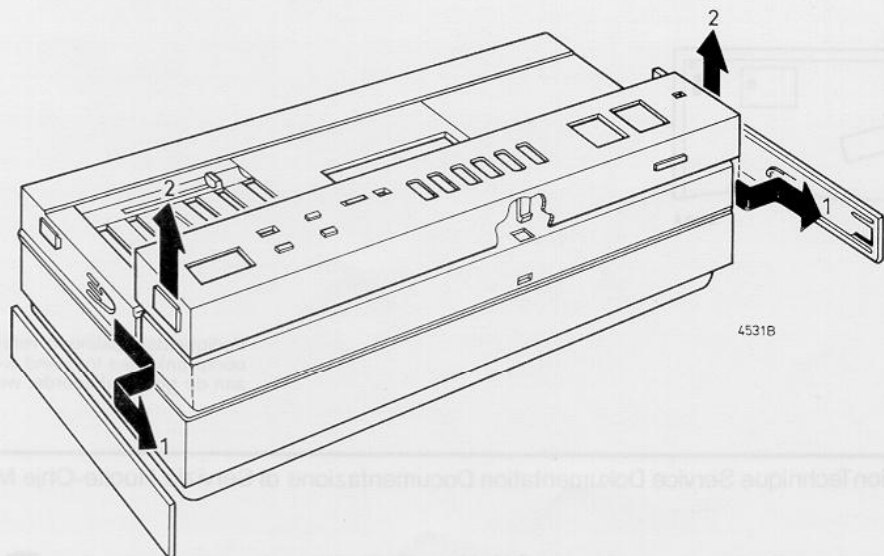

Fig. 4
1. Zijpanelen 340 (fig. 4)
2. Sierplaat 303 (fig. 4)
3. Lampjes, indicatoren, tellerknop (fig. 4)